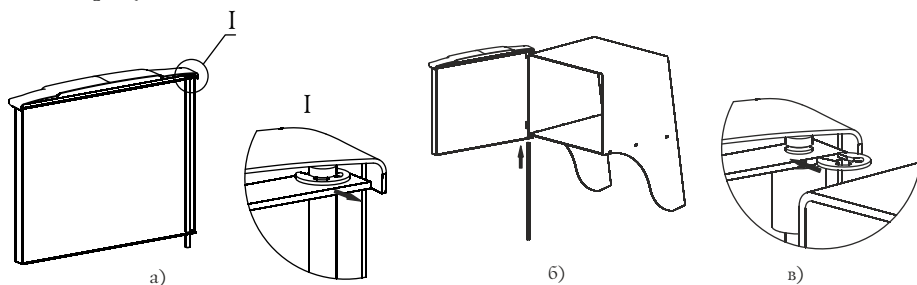

Рисунок 7. Установка дверцы при монтаже печи.
Установка дверцы на печи модели «Баррель» и производится следующим образом (рисунок 7):
1. Извлеките ось из дверцы, предварительно сняв упорную быстросъемную шайбу, рисунок 7.а;
3. Вставьте ось через отверстия снизу вверх, с расположением канавки под шайбу в верхней части оси, рисунок 7.б;
4. Установите упорную быстросъемную шайбу в канавку на оси, рисунок 7.в